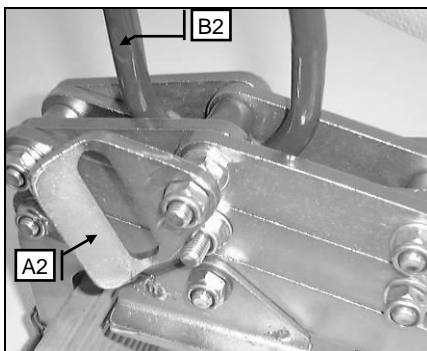

Abbildung 5.2 – Plattengreifer R 400 am Schwerpunkt aufgesetzt und entsichert
- Entsichern Sie den Plattengreifer R 400, durch Aushängen des Sicherungshackens [A2], wie in Abbildung 5.2.